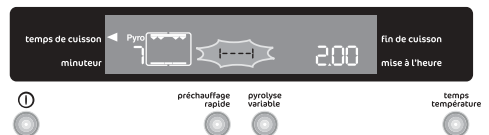

Fig. 20
3. En même temps, le symbole indiquant les supports des grilles [----] (s'ils sont présents dans l'appareil) et l'indication "**Pyro**" clignotent sur l'écran et un signal sonore retentit (Fig. 20).
3. En même temps, le symbole indiquant les supports des grilles [----], s'ils sont présents dans l'appareil, et l'indication «Pyro» clignotent sur l'écran et un signal sonore retentit (Fig. 20). Avant d'activer la fonction pyrolytique, enlevez les supports des grilles, si présent, et tous les accessoires de four.